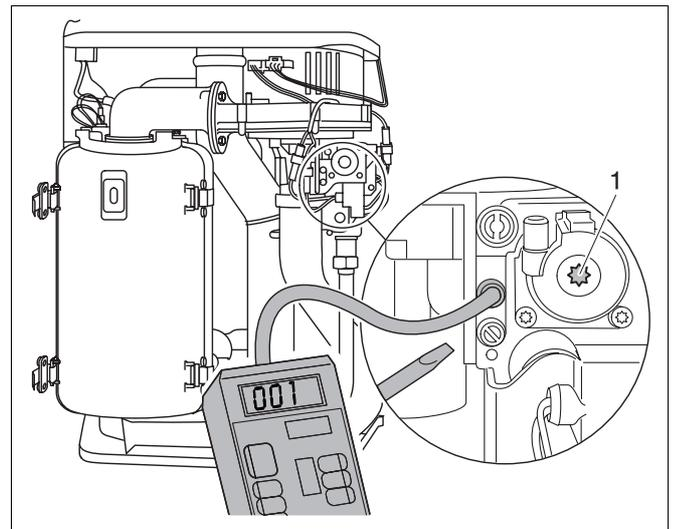

Abb. 27 Gas-/Luftverhältnis kontrollieren
- Verschlusschraube am Messnippel für Brennerdruck um eine Umdrehung lösen (Abb. 27).
- Plusanschluss des Druckmessgerätes mit einem Schlauch mit dem Messnippel für Brennerdruck verbinden (Abb. 27).
- Bei Abweichung Gas-/Luftverhältnis an der Einstellschraube (Abb. 27, Pos. 1) nachregeln.